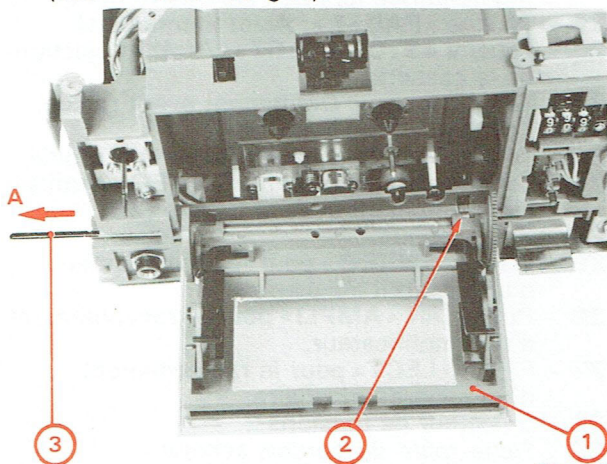

Fig. 3
### B - DÉPOSE DU VOLET PORTE-CASSETTES (Fig. 3)
- 4° Enlever le volet porte-cassettes (1).
**Nota:** Lors du remontage, ne pas omettre de positionner le ressort à épingle (2) comme indiqué en figure 3.